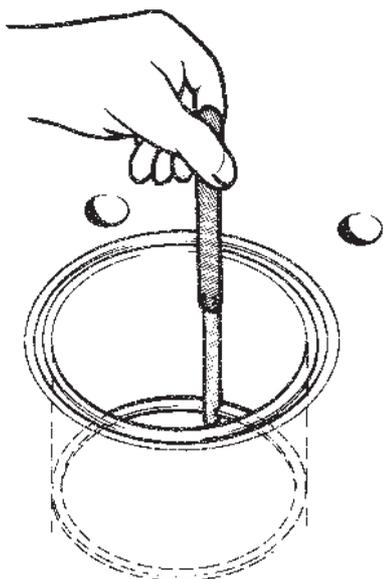
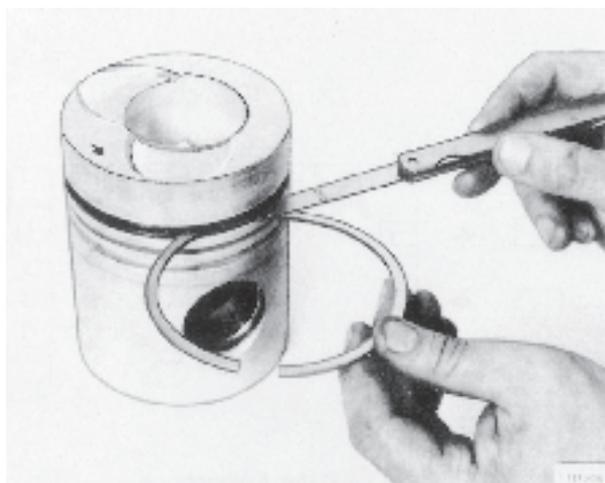

Fig. 63. Vérification de la coupe d'un segment
Fig. 64. Jeu de segment dans la gorge
Les segments de piston doivent être ajustés en prenant en considération à la fois la coupe (figure 63) et le jeu des segments dans les gorges correspondantes (figure 64). Pour la mesure de la coupe, faire descendre les segments dans les cylindres en se servant d'un piston. La mesure de la coupe doit se faire au point mort bas. Concernant les indications de cotes, prière de se référer aux « Caractéristiques techniques ».
6. Ajuster les nouveaux segments de piston dans l'alésage du cylindre (figure 63).
7. Vérifier le jeu des segments dans les gorges correspondantes (figure 64).